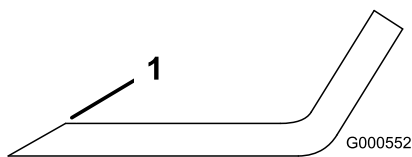

Bild 77
- Schärfen Sie die Schnittkante an beiden Enden des Schnittmessers mit einer Feile (Bild 77).
Hinweis: Feilen Sie, wenn das Schnittmesser nicht ausgewuchtet ist, vom Flügelbereich des Messers etwas Metall ab (Bild 77).